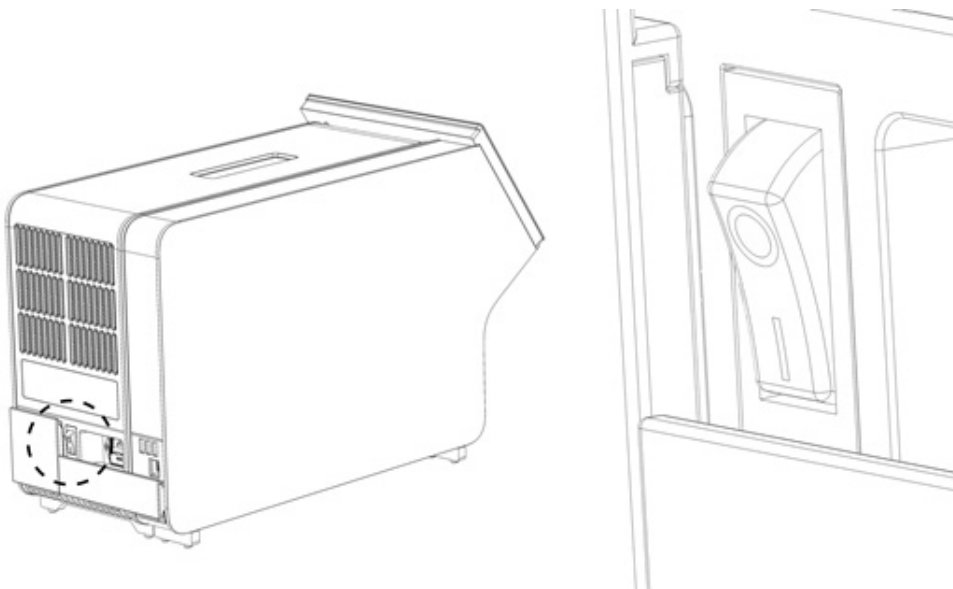

Figura 11. Amplasarea comutatorului de alimentare și setarea acestuia în poziția „I”.
9. PORNIȚI instrumentul prin apăsarea comutatorului de alimentare din partea din spate a modulului analitic în poziția „I” (Figura 11). Confirmați că indicatoarele de stare aferente modulului analitic și operațional sunt albastre.